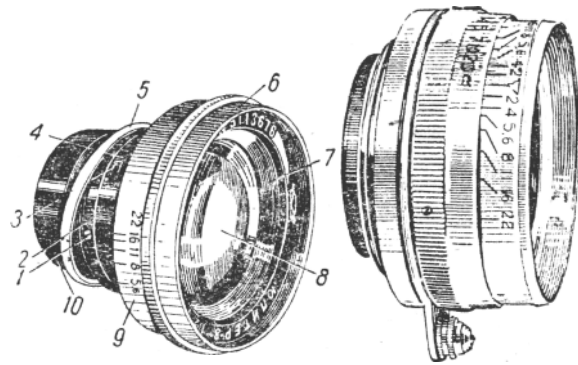

Рис. 201. Блок объектива. Рис. 202. Наружная оправка объектива.
мой, блока (рис. 201) и наружной оправы (рис. 202), с помощью которой происходит осевое перемещение оправы-блока и сопряжение объектива с дальномером.
Отвинтив стопорный винт, берут левой рукой за оправу, а правой за кольцо (поводок) диафрагмы и вывинчивают блок. При этом нужно следить, чтобы не выпали юстировочные кольца 5 (рис. 201). -
При сборке, закручивая блок, следует дотянуть его до совмещения красной точки на шкале глубины резкости с индексом «2» на поводке диафрагмы. Если менялись юстировочные крыльца 5 (рис. 201) нужно закрутить блок до упора, а затем выставить правильно поводок диафрагмы, который крепится тремя стопорными винтами. Под винтами
Блок и диафрагму разбирают в следующем порядке. Отвинчивают винт 1 (рис. 201) и кольцо 2, сделав метки на кольце и оправке, чтобы при сборке установить кольцо на место; отвинчивают винт 5, соединяющий диафрагменное кольцо с коронкой диафрагмы, и снимают диафрагменное кольцо 4 вместе с поводком 9. Затем освобождают два стопорных винта и отвинчивают передний фланец 6. Вынимают вкладыш 7 и переднюю линзу 5, вкладыш и склеенные вторую, третью и четвертую линзы и отвинчивают оправку 10 со склеенными пятой и шестой линзами. Для извлечения лепестков диафрагмы нужно вынуть пружину крепления коронки и саму коронку. Сборка диафрагмы описана на стр. 37. Коронку устанавливают так, чтобы отверстие для винта 3 находилось у самого начала выреза, сделанного в оправке-блоке. Это отверстие ограничивает поворот диафрагмы.
2. П е р е д н и й ф л а н е ц 6 (см. рис. 201) не укреплен. В результате привинчивания и отвинчивания светофильтров ослабевает крепление стопорных винтов, и фланец 6 незначительно отвинчивается. Если фланец неплотно прижимает вкладыш передней линзы, то линза и второй компонент оказываются плохо укрепленными. Это приводит к недостаточной резкости изображения. Неисправность обнаруживается по люфту фланца 6 и по постукиванию линз.